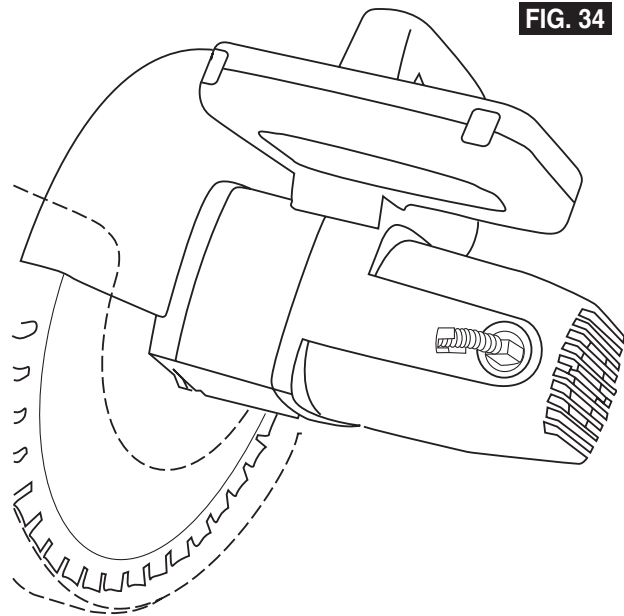

FIG. 34
⚠ Avertissement Pour les matériaux ronds **5** tels que les goujons ou les tubes, utilisez toujours un serre-joint **6** ou un dispositif conçu de manière à cramponner l'ouvrage fermement contre le guide **7** et la table. Les goujons ont tendance à rouler pendant qu'on les coupe, ce qui amène la lame à « mordre » et tire l'ouvrage et votre main dans la lame (Figure 34).
3. Pull out the brush (Figure 34). Repeat for the opposite side.